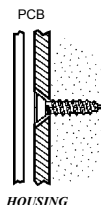

Figura 1: Posizione vite di montaggio
8. Montare la copertura posteriore del trasmettitore alla parete tramite due viti. Usare le viti accecate ISO 7050 (ST3.5 x 22) o simili, di modo che la testa della vita non toccherà il PCB – vedere la figura 1.